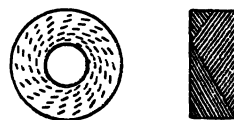
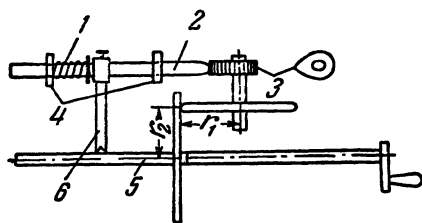

Рис. 27. Намотка типа „универсаль“.
Рис. 28. Схема станка для намотки катушек типа „универсаль“.
**Намотка типа «универсаль»** (рис. 27) осуществляется с помощью станочков, снабженных специальным приспособлением для периодического смещения вдоль оси вала (рис. 28) подаваемой для намотки проволоки. Чтобы укладываемая по зигзагообразной линии проволока не сбивалась, ее обычно пропускают во время намотки через ватку, смоченную разведенным на спирте шеллаком. Тогда при укладывании витки сразу же приклеиваются друг к другу и катушка приобретает достаточную прочность. При наличии должной тренировки намотку типа «универсаль» удается выполнять и вручную, без помощи станка (рис. 29).